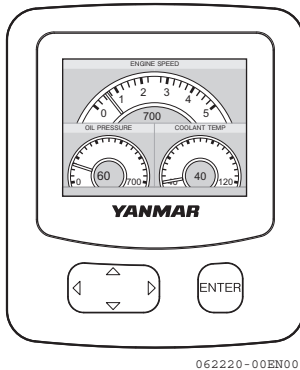

Abbildung 11
- Sobald der Motor startet, zeigt das VC10-Display den Bildschirm mit den Motorzustandsdaten an (**Abbildung 11**).